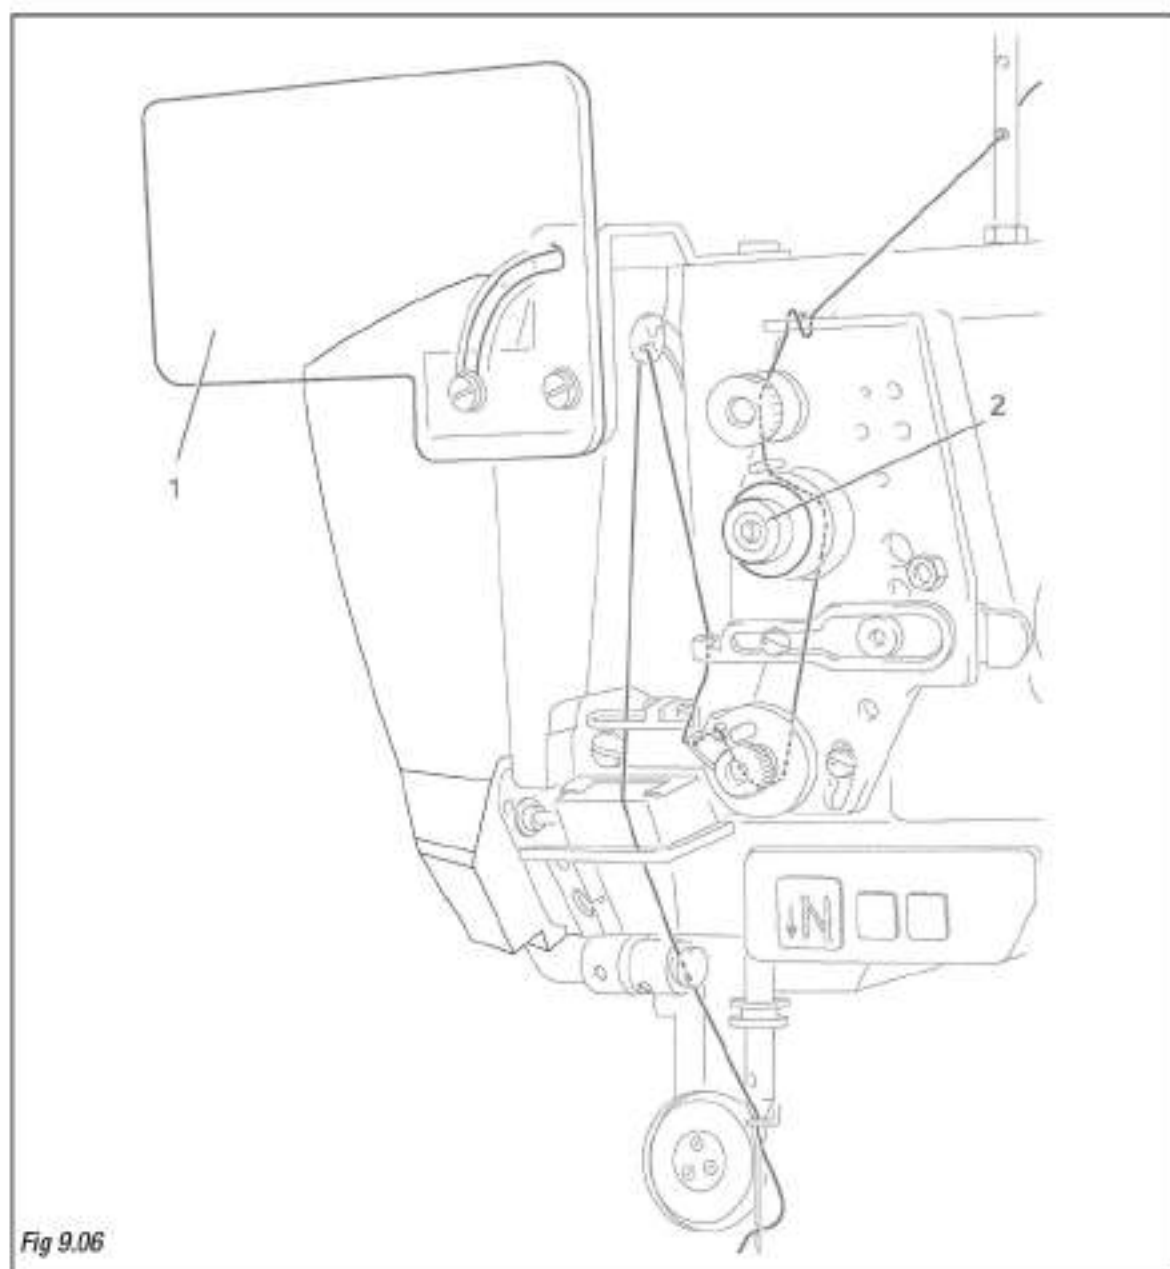

Fig 9.06
- Eseguire l'infilatura seguendo lo schema della **Fig. 9.06**.